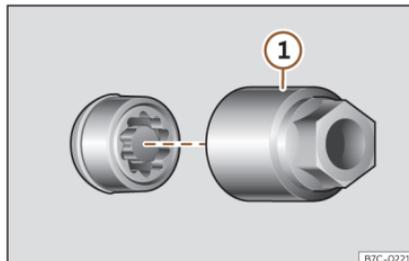

Fig. 166 Tornillo antirrobo de la rueda con capuchón y adaptador.
- Encaje el adaptador especial» **fig. 166** ① (herramienta de a bordo)» **pág. 259** en el tornillo antirrobo de la rueda hasta el tope.